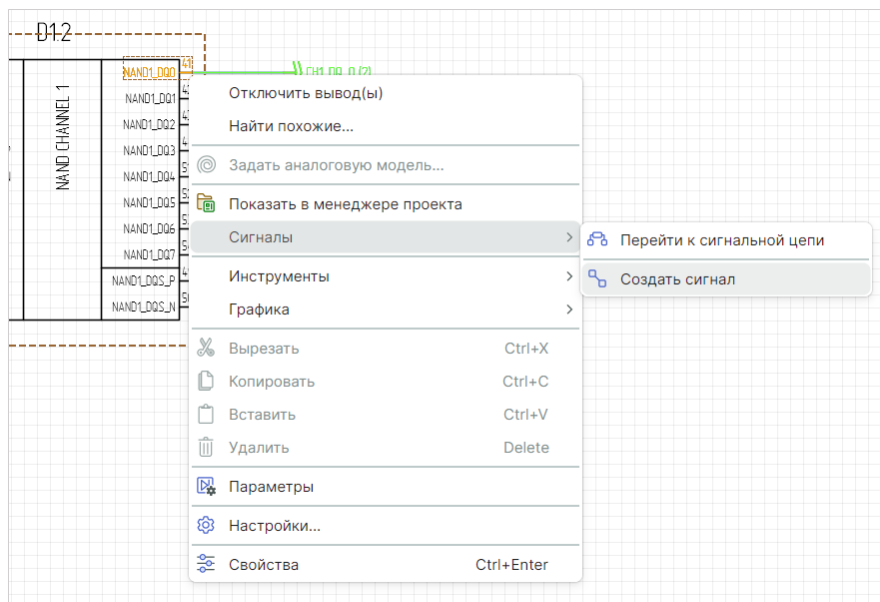

Рис. 141 Переход к созданию сигнала
2. Из контекстного меню выберите «Сигналы» → «Создать сигнал», см. Рис. 141.
Примечание! Для создания новой сигнальной цепи на электрической схеме воспользуйтесь командой контекстного меню «Сигналы» → «Создать сигнальную цепь» для выбранного проводника/контакта, см. Рис. 141.